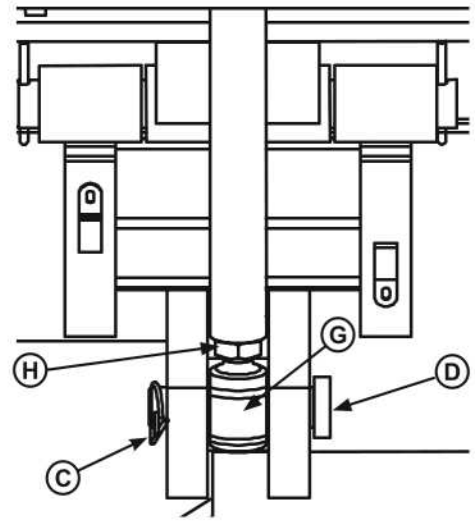

Figura 17
4. Si está conectado, retire el pasador Rue (C) y desconecte el pasador de montaje inferior del cilindro de elevación (D). Consulte la **Figura 17**.
d. Bloquee el pasador Rue (C) en su lugar, como se muestra en la **Figura 17**.
10. Vuelva a instalar el interruptor limitador almacenado (B). Confirme que la luz indicadora AZUL "Nivelador almacenado" en el panel de control esté encendida.
12. Una vez que se logre el ajuste ideal de control de flujo de velocidad descendente, apriete el tornillo de fijación (J) de la perilla de ajuste para bloquear el ajuste en posición.